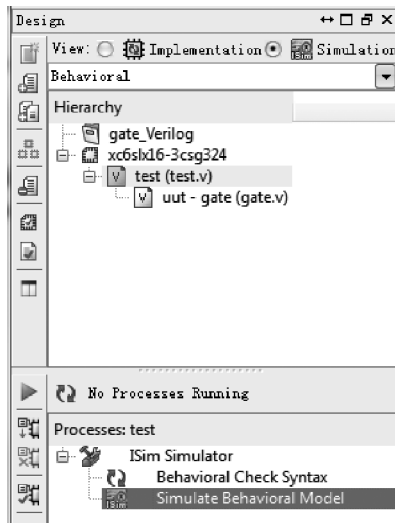
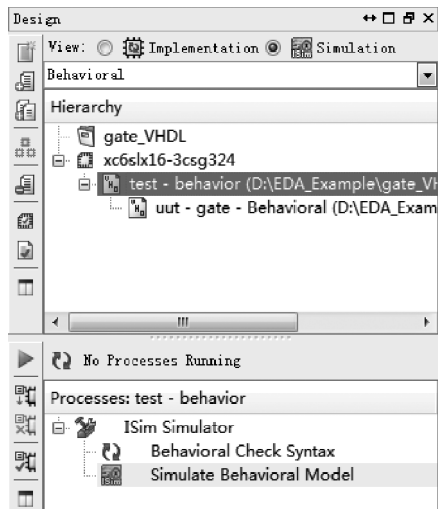

图 3.40 运行仿真 test.v
图 3.41 运行仿真 test.vhd
- (1) 启动 ISim 仿真程序。①对于 Verilog 设计者,如图 3.40 所示,选择 test.v 文件;
- ②对于 VHDL 设计者,如图 3.41 所示,选择 test.vhd 文件。
- (2) 在图 3.40 或者图 3.41 内下方的处理子窗口中,选择并展开 Isim Simulator。
- (3) 在展开项中,双击 Simulate Behavioral Model(仿真行为模型)。